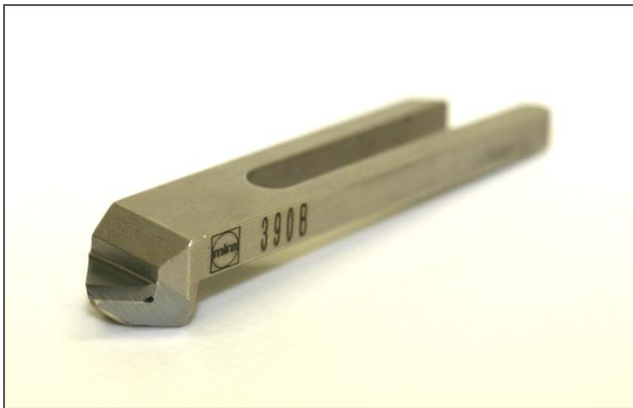

Fig. 30
1. Wählen Sie den Formstahl Typ 390 (A, B oder C Formstahl), der zum inneren Durchmesser past. (Fig. 30). Siehe separaten Formstahlkatalog.